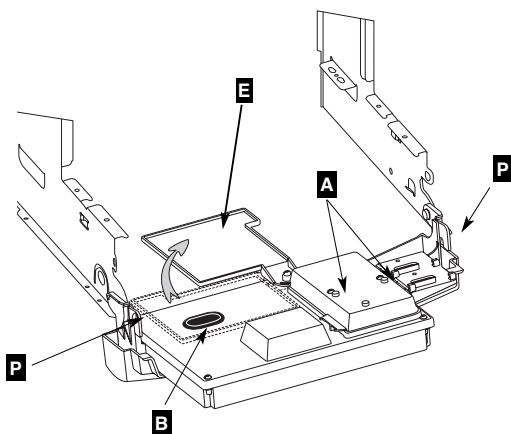

Fig. 12
- los de 2 vijzen **A** (fig.12) van de beschermkap, verwijder de kap.
Afstelling via de kaart gebeurt aan de achterzijde van de elektro-schakelkast (nadat deze gekanteld en omlaag gebracht is). De notiehouder **E** naar beneden klappen (fig. 12), de afstelling bevindt zich achter de rubberen stop **B**. Schakel de spanning op de ketel uit.